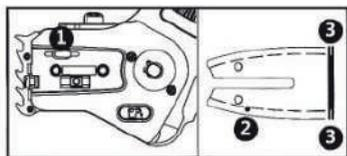

Figura 7
- f) Pulire l'uscita dell'olio (1), l'ingresso dell'olio (2) e la scanalatura posteriore della barra (3) con una spazzola morbida (Figura 7)